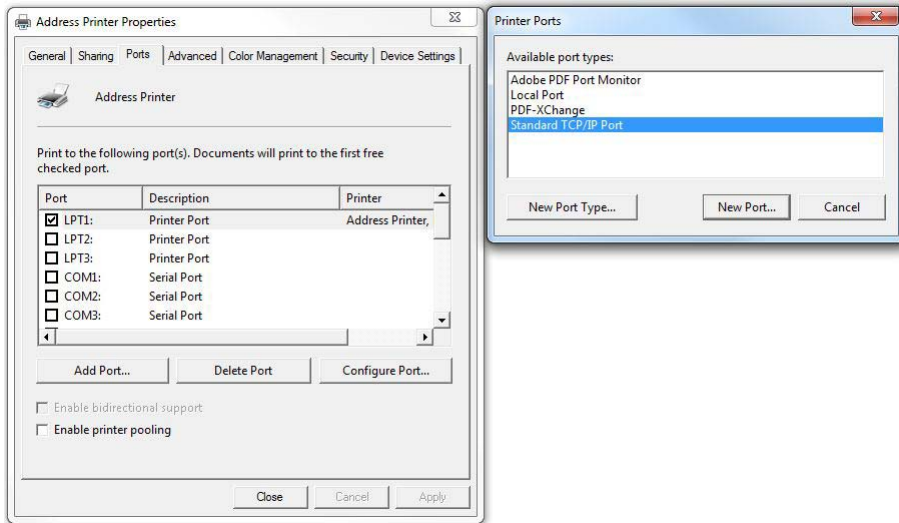

Abbildung 52: Hinzufügen eines TCP/IP Port
- Wechseln Sie in den Reiter "Anschlüsse und klicken Sie auf "Hinzufügen...". Dadurch öffnet sich ein neues Fenster. Wählen Sie in diesem Fenster "Standard TCP/IP Port" aus und klicken Sie auf "Neuer Anschluss..." (siehe Abbildung 52)